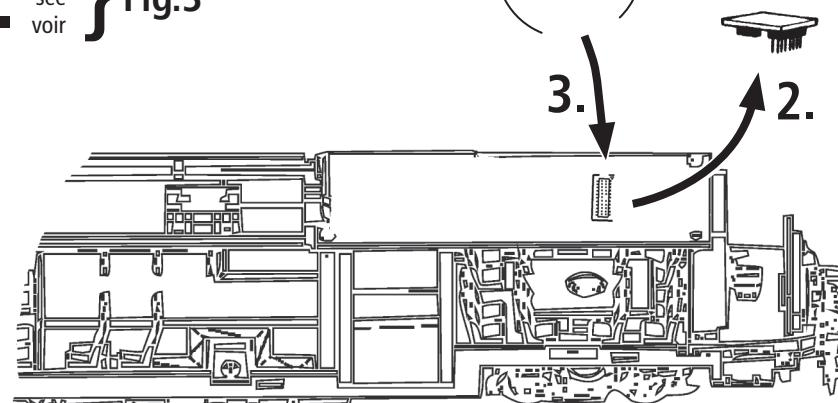
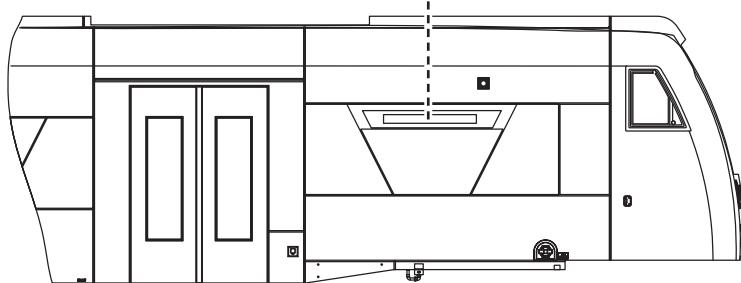

Fig. 5
Fig. 3
**Mehrzugbetrieb:** Zuerst Lokgehäuse abnehmen (Fig. 3). Danach den Brückenstecker aus der Schnittstelle entfernen (diesen sorgsam aufbewahren). Danach den Stecker des Steuerbausteins lagerichtig einsetzen (siehe Fig. 4).
**2. Schmierung:** Verehen Sie die im Schmierplan in Fig. 5 gekennzeichneten Stellen mit nur **kleinen Öltropfen**. Dazu zuerst das Lokgehäuse abnehmen (Fig. 3). Wir empfehlen den ROCO **Öler Art.-Nr. 10906**. Fürs Schmieren der Getriebeteile (Zahnräder, Schnecke) empfehlen wir das **ROCO-Spezialfett Art.-Nr. 10905**. Im Falle der Schmierung diese Teile **nicht ölen**.
**2. Lubrication:** Apply **tiny oil drops** to spots marked in fig. 5. Prior to lubrication dismantle locomotive (fig. 3). We recommend using item no. **10906, Roco oiler**. For lubrication the gearparts (e.g. cogwheels, worm) we would recommend our Roco **special grease** (item no. **10905**).
**2. Graissage:** N'appliquez **qu'une tout petite goutte** aux endroits indiqués par le plan de graissage (fig. 5) après avoir démonté la caisse de la locomotive (fig. 3). Nous vous recommandons le **graisseur à huile Roco réf. 10906**. Pour graisser les engrenages (roues dentées, vis sans fin) nous vous conseillons la **graiseuse spéciale Roco réf. 10905** pour engrenages en matières synthétiques. Lorsque vous utilisez cette graisse il faut éviter d'huiler ces composants.
voir } Fig.3